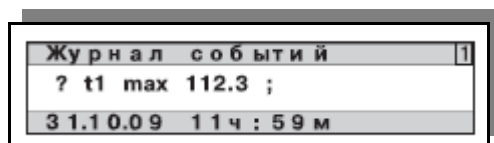

Рисунок 2.9 — Изображение окна «Журнал событий» (за период архивирования произошла только одна НС)
Для просмотра журнала событий с помощью клавиш «▼», «▲», ВВОД войти в подменю АРХИВНЫЕ ДАННЫЕ и далее в ЖУРНАЛ СОБЫТИЙ. При этом на ЖКИ вычислителя в первой верхней строке дисплея отобразится название ЖУРНАЛ СОБЫТИЙ. Во второй и третьей строках отображаются НС произошедшие за последний отчётный период, рисунок 2.9. В четвёртой строке ЖКИ индицируются дата «День. Месяц. Год» и время «Час. Минуты» рассматриваемого отчётного периода. Просмотр НС, произошедших за отчётный период, происходит при помощи кнопок «▼», «▲». Нажатие клавиши «◀» осуществляет последовательный просмотр учётных записей по НС на всю глубину архива в прошлое, нажатие клавиши «▶» обеспечивает перелистывание записей в обратную сторону. Выход из подменю ЖУРНАЛ СОБЫТИЙ в меню АРХИВНЫЕ ДАННЫЕ осуществляется путём нажатия на кнопку МЕНЮ.
- Запись «? T1 (t1) max 112,35 ;» (см. рисунок 2.9) означает, что при выбранной логике обработки НС (**Контроль** или **Подстановка**), по первому логическому каналу температуры